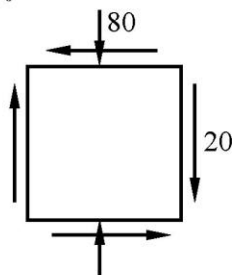

图 10
4. (15 分) 已知单元体的应力状态如图 10 所示, 图中应力单位皆为 MPa, 采用解析法试求: